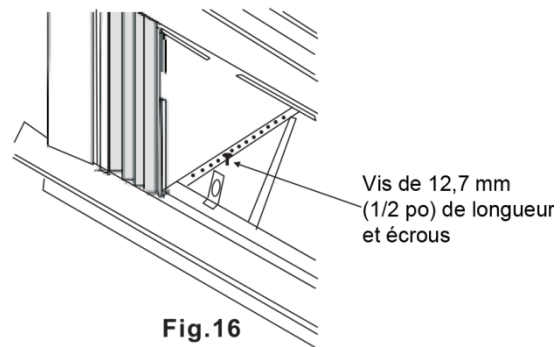

Fig. 16
3. Installez les supports (avec les supports d'angle de rebord fixés) pour corriger le trou dans le bas de l'armoire comme illustrés à la Fig. 16.